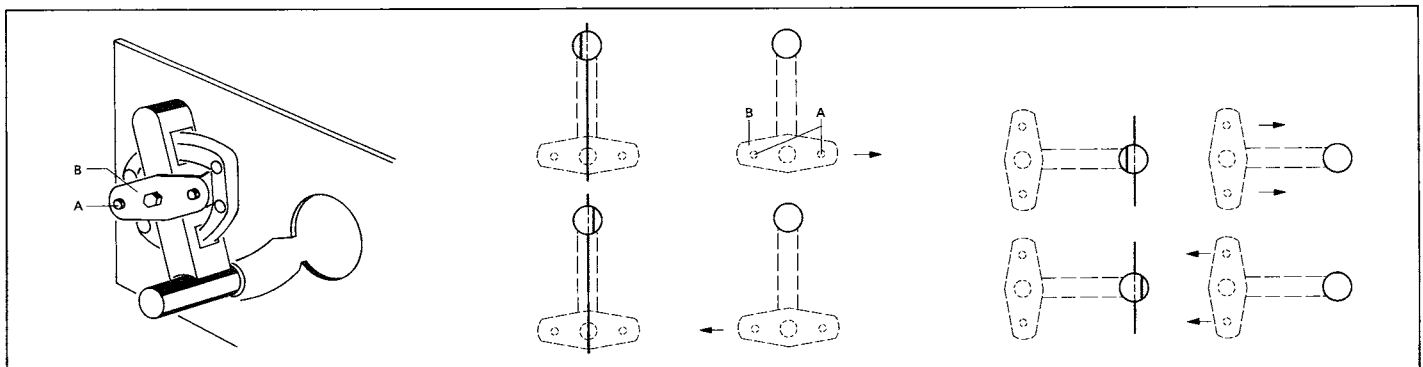

Fig. 4.15
-> fig. 4.15
- Desserrer 2 vis [A] jusqu'à ce que la plaque [B] puisse être déplacée (fig. 4.15).
- Corriger la position de la plaque selon fig. 4.15.